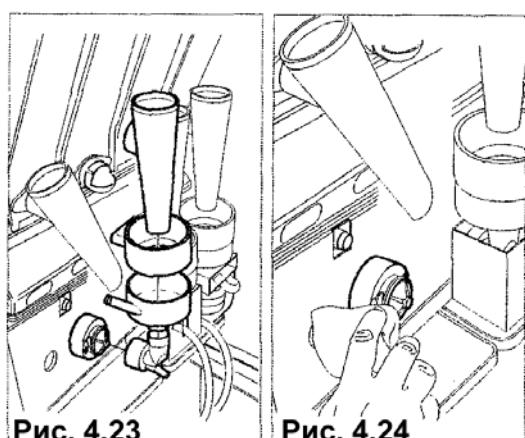

Рис. 4.23
- Снимите все желоба для сыпучих продуктов, воронки для воды, смесительные камеры, взбивалки и силиконовые трубы и также погрузите эти части в подготовленный раствор (рис. 4.23).